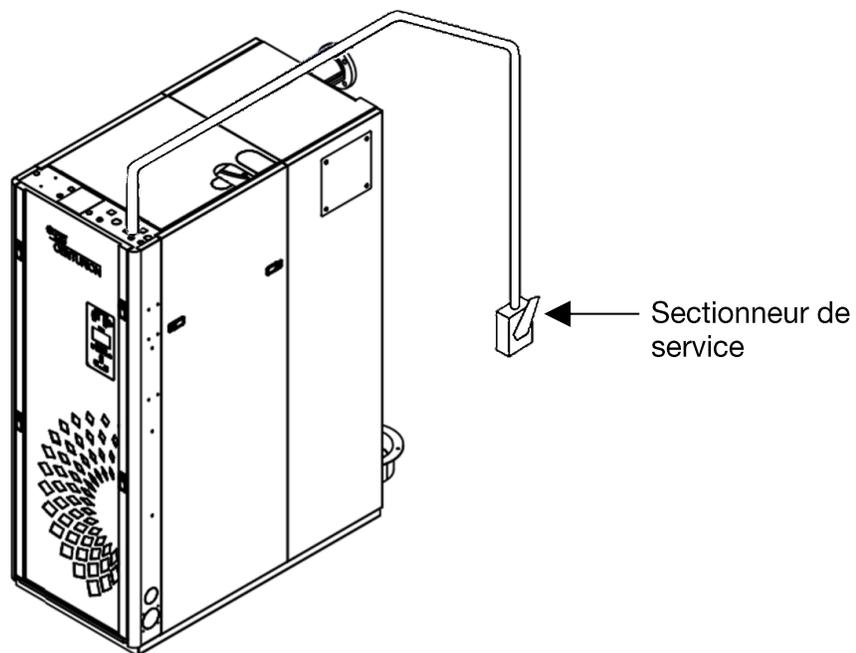

Figure 2-1: Emplacement typique du sectionneur de service
- Le sectionneur de service doit être monté près de l'unité (figure 2-1).